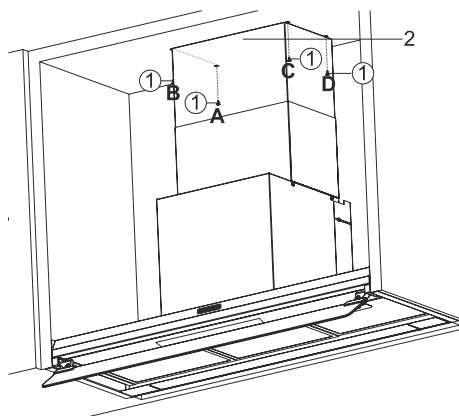

Fig. 16
7. ➔ Tirare la canna fumaria interna fino alla parte superiore dell'armadio (Fig. 16).
Utilizzando le 4 viti di connessione attraverso i punti di A, B, C, D si punta verso l'armadio della cucina (Fig. 16).